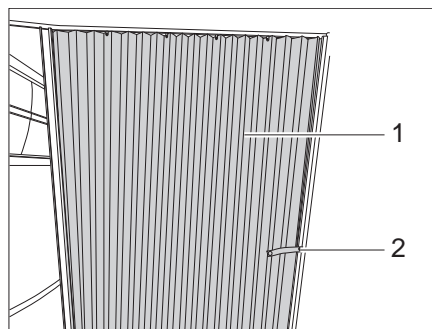

Fig. 150 Tenda pieghevole
- Staccare il nastro di sicurezza (Fig. 150,2).
- Tirare la tenda pieghevole (Fig. 150,1) in posizione chiusa.
- Portare la tenda pieghevole (Fig. 150,1) in posizione aperta.
- Fissare la tenda pieghevole con il nastro di sicurezza (Fig. 150,2).